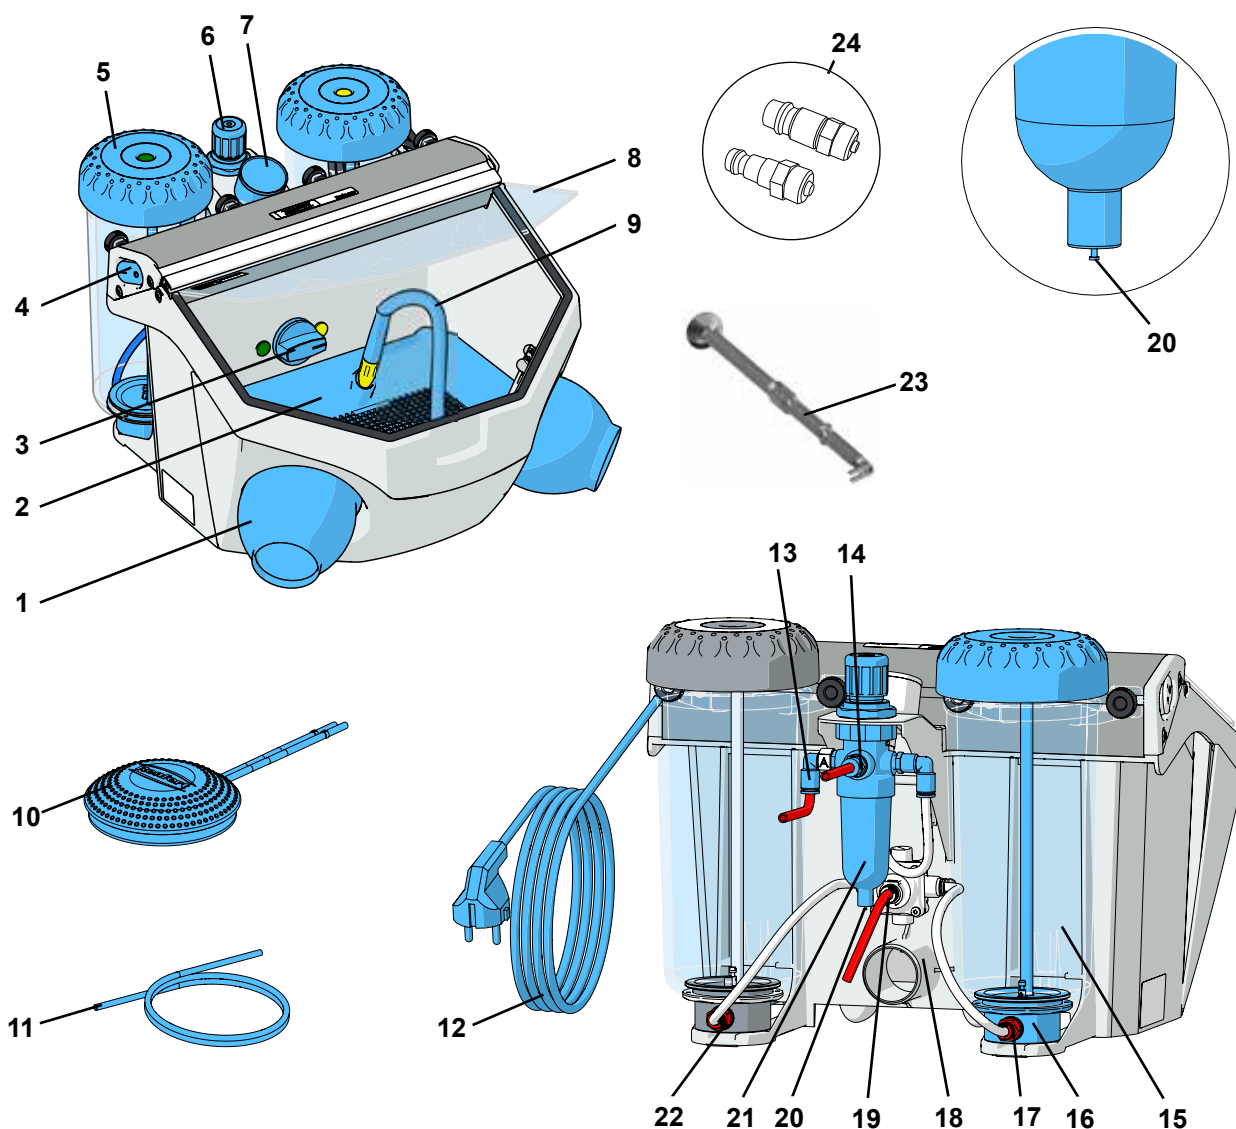

Fig. 1
⇒ Desenrolar o cabo elétrico (12, Fig. 1).
- ⇒ Ligar a iluminação (4).
- ⇒ Com o seletor (3) selecionar o reservatório de jateamento (apenas na variante com 2 reservatórios).
- ⇒ Pressionar o pedal de acionamento (10, Fig.1).